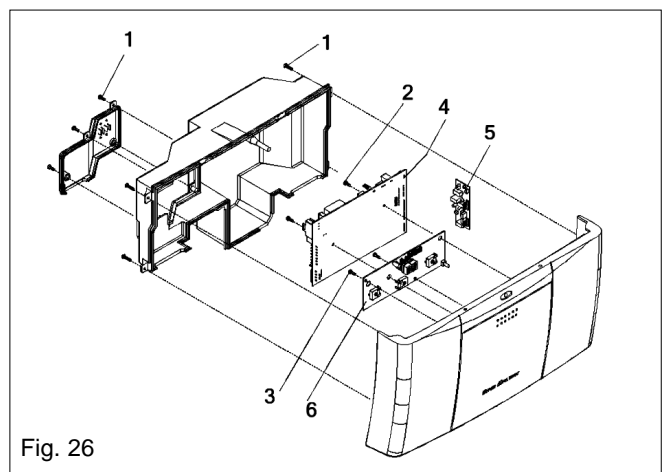

Fig. 26
6.12 PRINTED CIRCUIT BOARD fig. 26